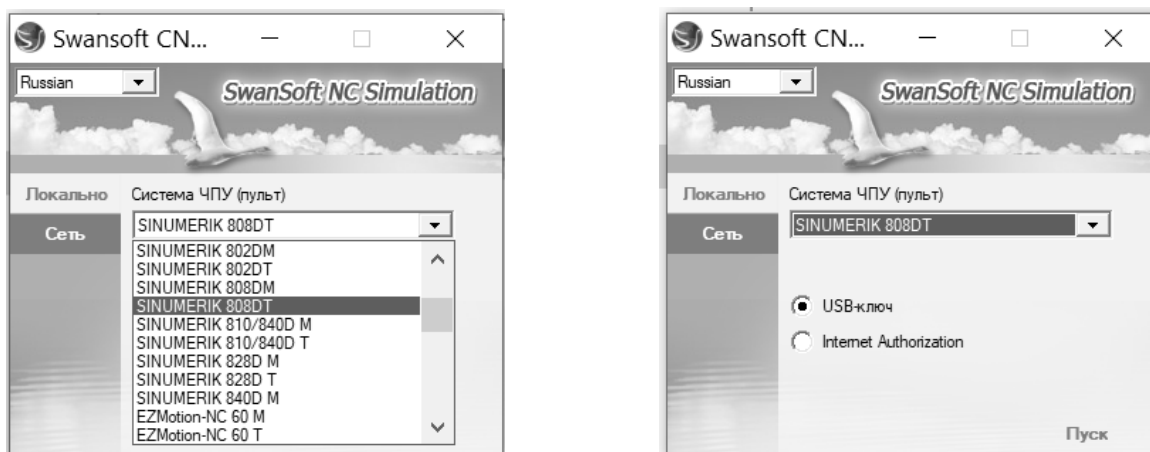

Рисунок 2.1 – Запуск программной симуляции токарного станка с ЧПУ
- 1 Осуществить запуск программной симуляции токарного станка с СЧПУ SINUMERIK 808DT (рисунок 2.1).